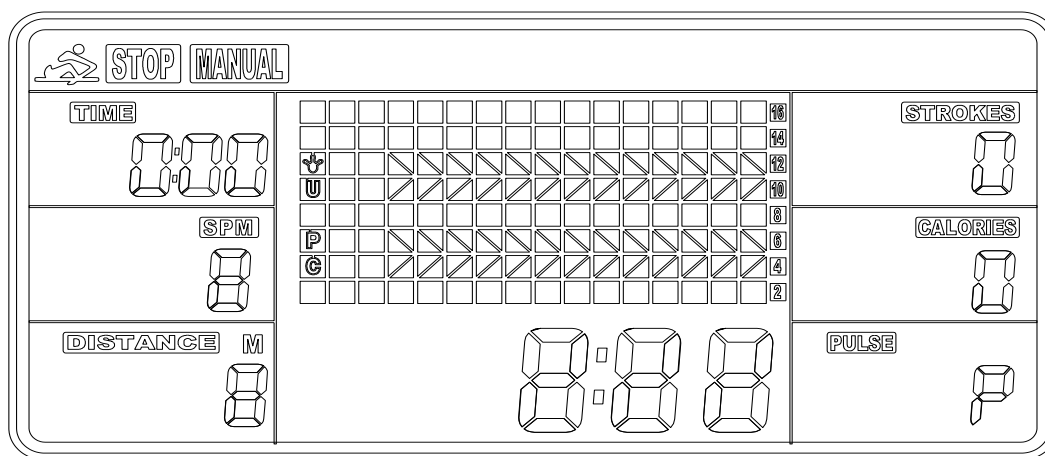

Fig. 4
(1) MANUAL (Fig. 4): Hay 2 opciones en el modo MANUAL.